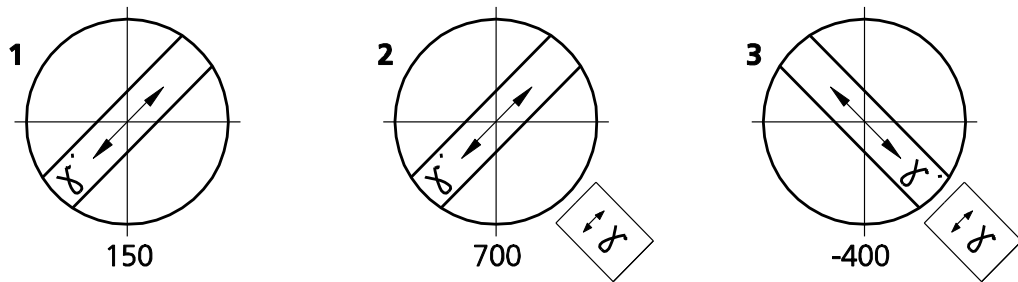
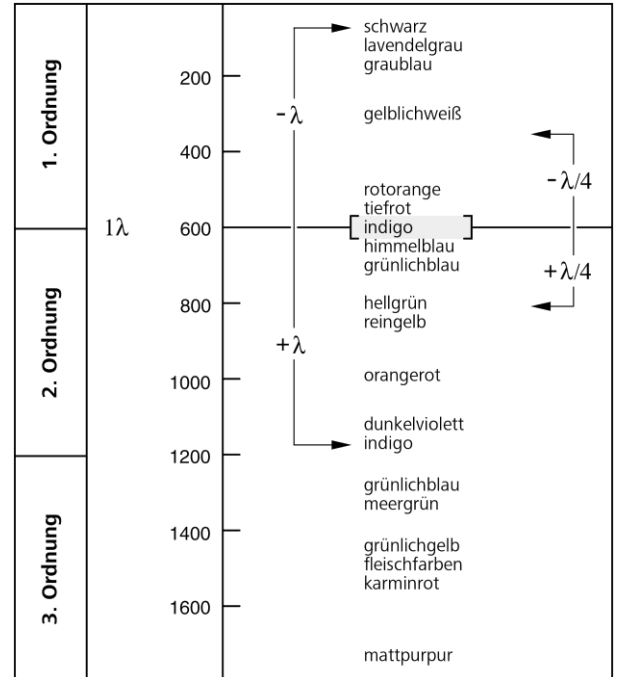

Abb. 4-14 Schwingungsrichtung n_γ am Beispiel einer Kunstfaser bestimmen
Abb. 4-15 Schematische Darstellung der Farbtafeln nach Michel-Lévy
- Tisch nun um ca. 45° weiterdrehen, so dass die Faserlängsachse in NO-SW-Richtung orientiert ist (Abb. 4-15). Das Präparat zeigt hier die größte Helligkeit (Diagonalstellung). In dieser Position kann das Präparat eine beliebige Farbe haben.
Der größte Gangunterschied ist gegeben, wenn die Schwingungsrichtung des Präparates mit dem absolut oder relativ größten Brechungsindex (n_γ oder $n_{\gamma'}$) parallel mit der größten Schwingungsrichtung des Lambda-Kompensators verläuft. Das Präparat erscheint dann z. B. in Grün-Blau (Abb. 4-14/2).
Der kleinste Gangunterschied ist gegeben, wenn die Schwingungsrichtung des Präparates mit dem absolut oder relativ kleinsten Brechungsindex (n_α oder $n_{\alpha'}$) senkrecht zu der Schwingungsrichtung des Lambda-Kompensators verläuft. Das Präparat erscheint dann z. B. in Gelb (Abb. 4-14/3).
Die im obigen Beispiel (Abb. 4-14/1) zunächst in Hellstellung auftretende Farbe Grau-Weiß entspricht gemäß der Michel-Lévy-Farbtafel (Abb. 4-15) einem Gangunterschied von 150 nm.